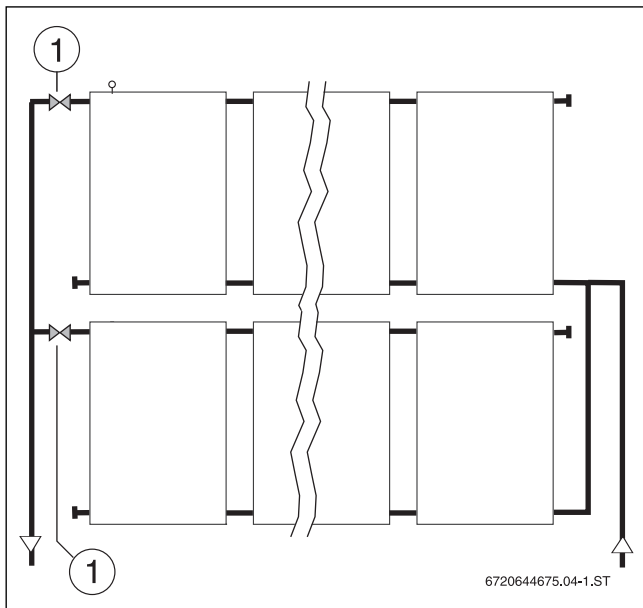

Bild 232 Spülen von parallel geschalteten Kollektorfeldern
- ▶ Im Vorlauf glykol- und temperaturbeständige Absperrarmaturen (→ Bild 232, [1]) montieren.